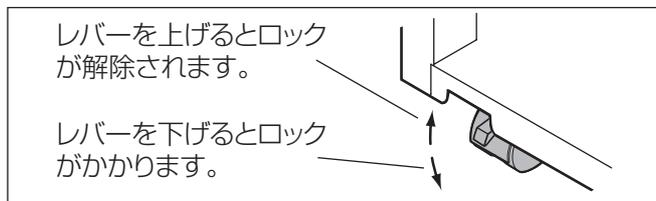

図5 キャスター拡大図
1. キャスター⑨のレバーを下げて、ロックしてください。P7 図5 参照
P7 図5 参照